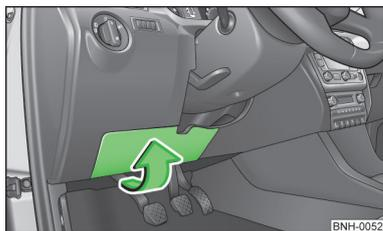

Fig. 121
- Pivoter le cache avec précaution dans le sens de la flèche et le retirer » fig. 121